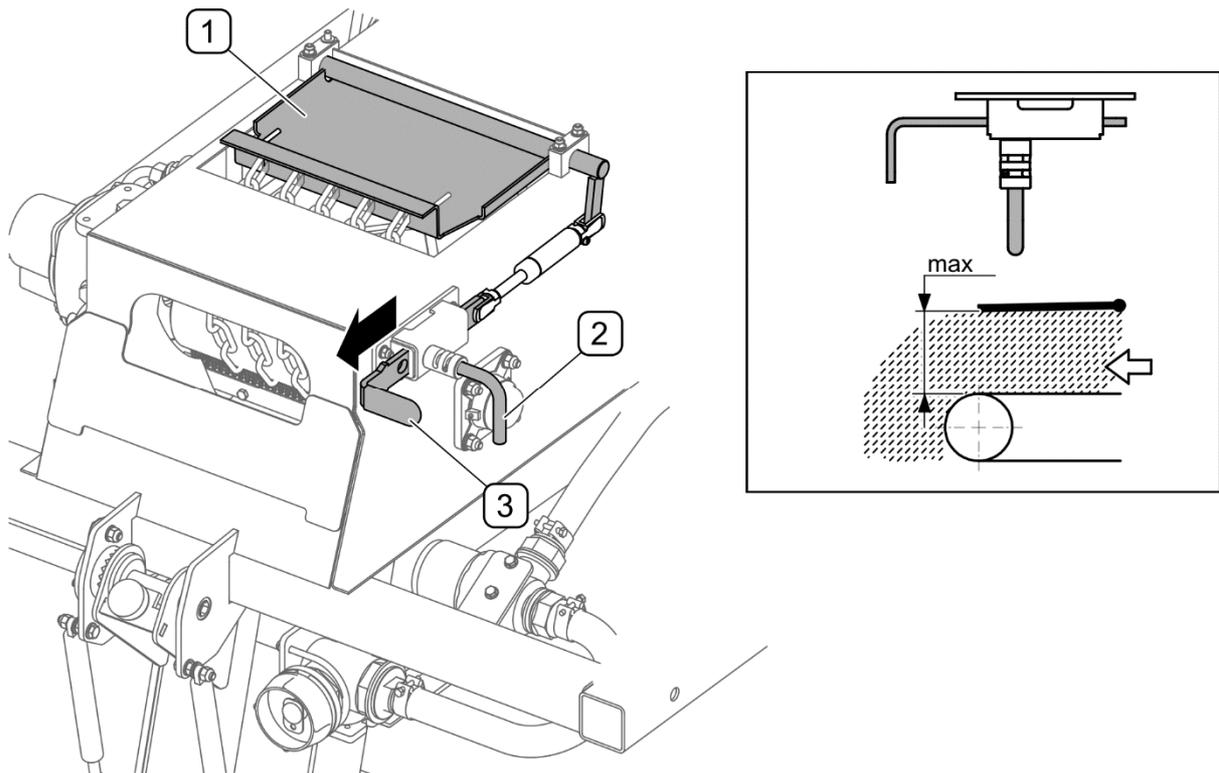

ABBILDUNG 4.33 Einstellen der Blende zum Entladen
- Die Blende in maximal geöffnete Position einstellen (ABBILDUNG 4.33),
Um die Blende (1) für das Entladen zu verstellen (ABBILDUNG 4.33), muss der Bolzen (2) gedreht und herausgezogen werden. Anschließend durch Ziehen am Schieber (3) die Blende anheben. Die Blende wird nur beim Entladen des Materials aus dem Behälter in die maximal angehobene Position gestellt (ABBILDUNG 4.33).